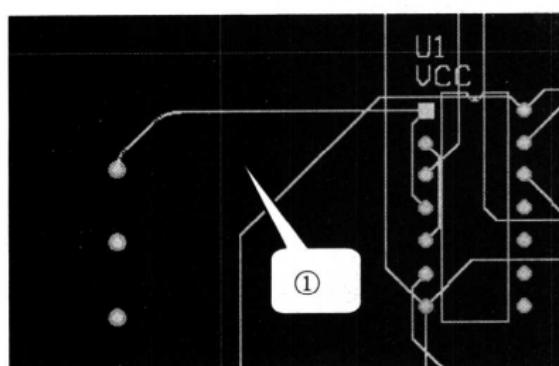

图 10-136 电源的输入端连接
- (6) 执行菜单命令 Place|Line，将焊点同网络 VCC 的其他部分连接在一起，如图 10-136 中的①所示。